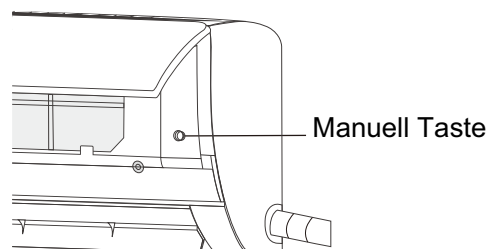

Abb. 2.1
1. Sie finden die TASTE MANUAL. Siehe die Abb. 2.1